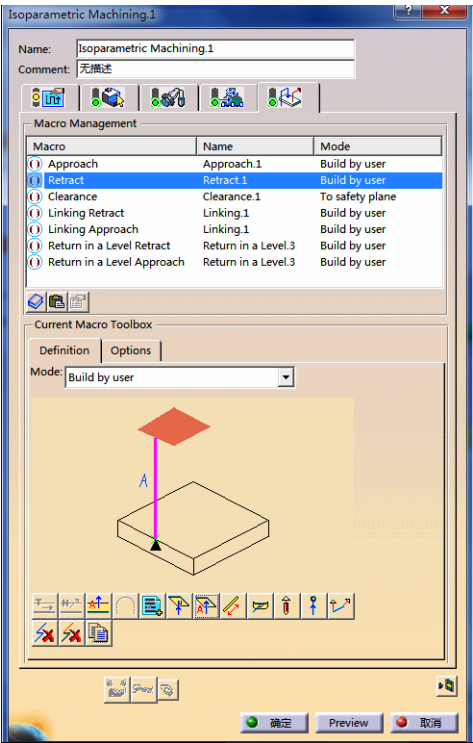

图 7-128 设置“Retract”参数（5）
● 在“Macro Management”区域中的列表框中选择“Retract”，单击鼠标右键，在弹出的快捷菜单中选择 Activate 命令，在“mode”下拉列表中选择“Build by user”，依次单击按钮和按钮，设置“Retract”参数 (5) 如图 7-128 所示。